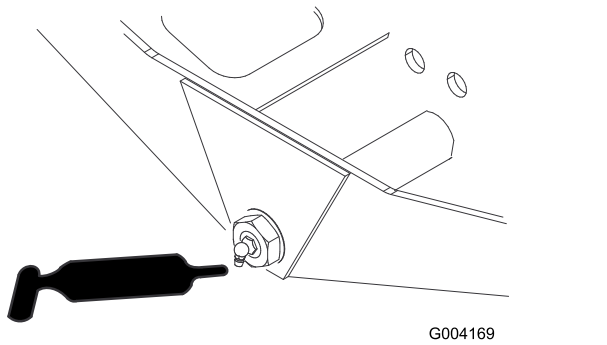

Figura 105
- Articulação do direção do eixo (1 cada) (Figura 105)